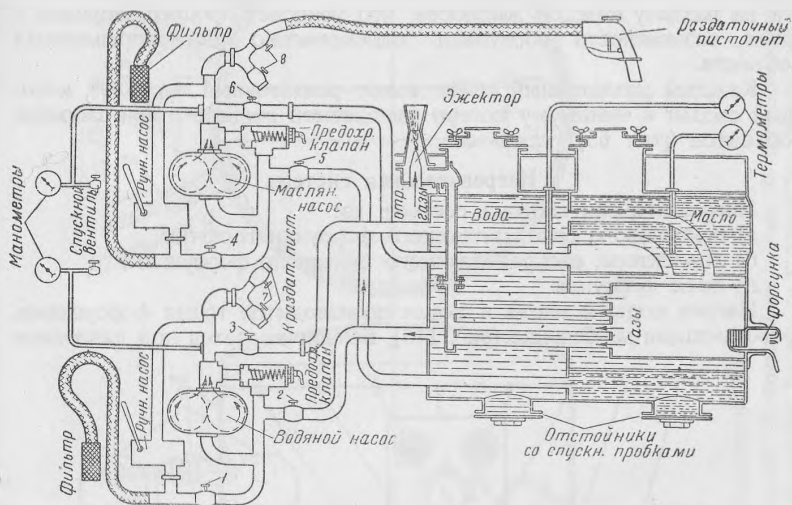

Рис. 114. Схема трубопроводов ВМЗ.
Масляная и водяная секции центрифры имеют независимые друг от друга системы трубопроводов, соединяемые соответственно с масляными и водяными насосами Ш-200 (механическими) и ручными насосами «Новая Имата» № 2. Схема трубопровода показана на рис. 114.
2. Открыть раздаточные вентили «7» и «8» и вентили «из цистерны» «2» и «5» (рис. 114).